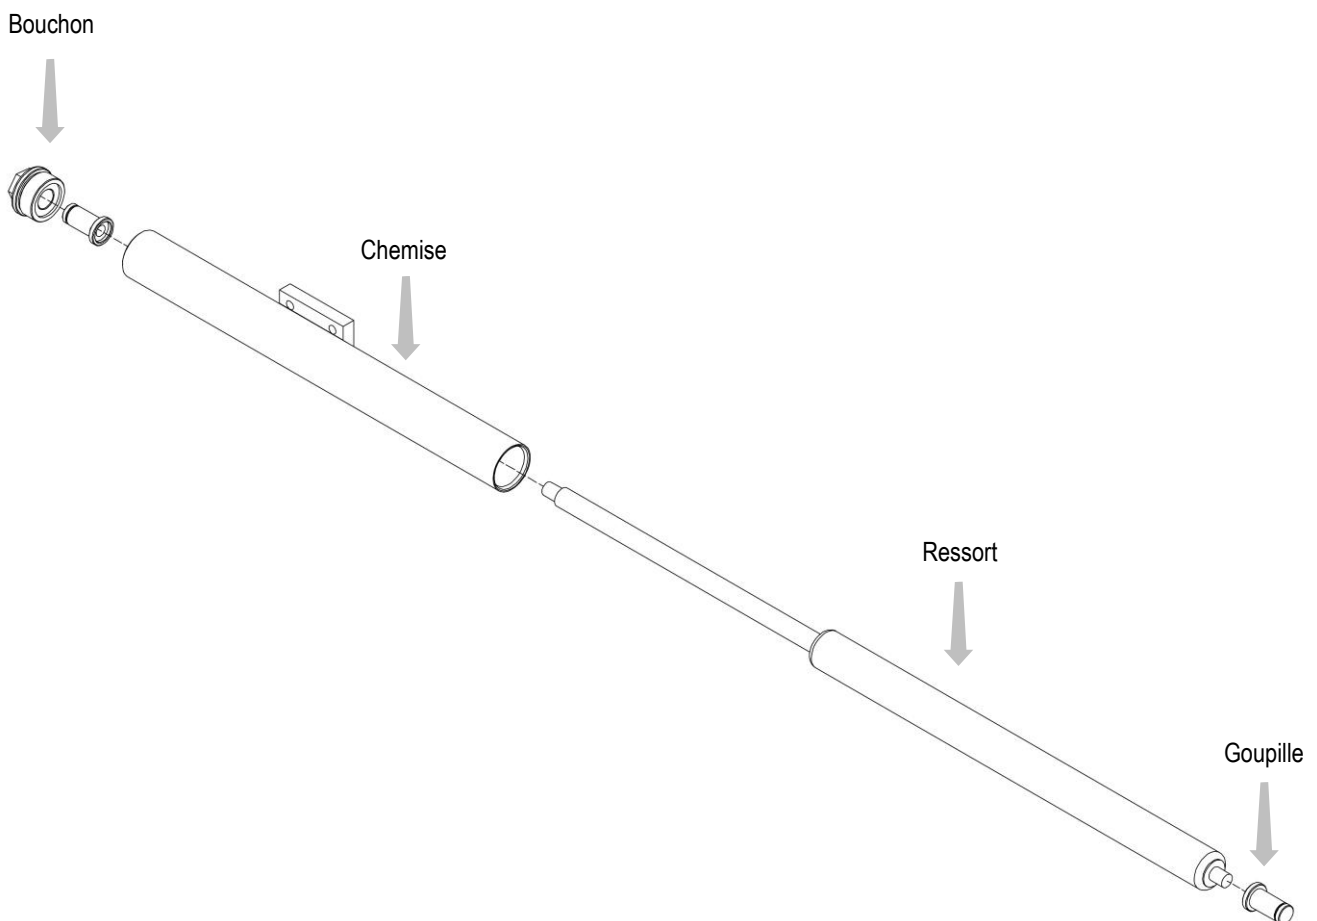

Figure 22
6. Se référer à la *Figure 22*.